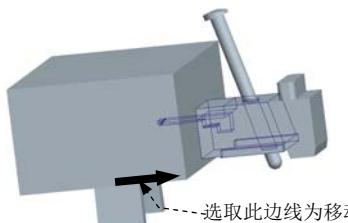

图 27.63 步骤 1 中要移动的第一组元件
Step3. 在系统的提示下，选取图 27.63 所示的边线为移动方向，然后在系统输入沿指定方向的位移 的提示下，输入要移动的距离值 30，并按回车键。